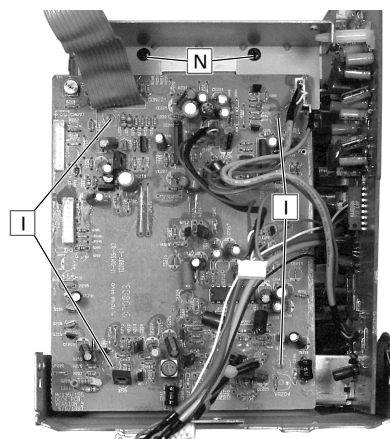

Fig. 32
- 4 Rastungen [I] austrasten und die PCB entnehmen (Fig. 32).
- Disengage the 4 catches [I] and take off the PCB (Fig. 32).
- 2 Schrauben **N** (Fig. 32), 2 Schrauben **O** (Fig. 36) herausschrauben und Metalträger nach oben herausnehmen.
- Undo 2 screws **N** (Fig. 32) and 2 screws **O** (Fig. 36) and pull out the metal frame.